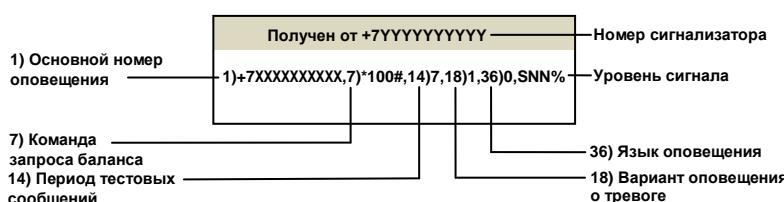

Рис.8 Пример SMS с настройками
На основной номер оповещения так же приходят сообщения о добавленных номерах (п.2.4), сообщения с настройками (рис.8), сообщения об автоворазрыве в режиме «Охраны» (рис.6) и тестовые сообщения содержащие баланс.
4. По окончании одной минуты после последнего звонка, сигнализатор на основной номер отправит SMS с настройками (рис. 8) и перейдет в режим «Охраны».